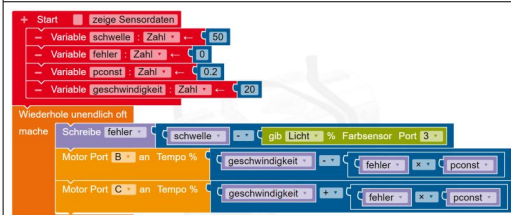

Abbildung 53¹⁾
2. Erzeugen Sie das Programm nach Abb. 53.